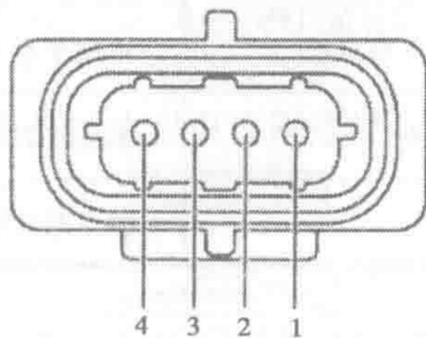

图 1-1-15 加热型氧传感器 1 (HO2S1) 连接器端子图
6. 加热型氧传感器 1 (HO2S1) 连接器端子图 (图 1-1-15) 及端子功能表 (表 1-1-6)
7. 加热型氧传感器 2 (HO2S2) 连接器端子图 (参见图 1-1-15) 及端子功能表 (表 1-1-7)